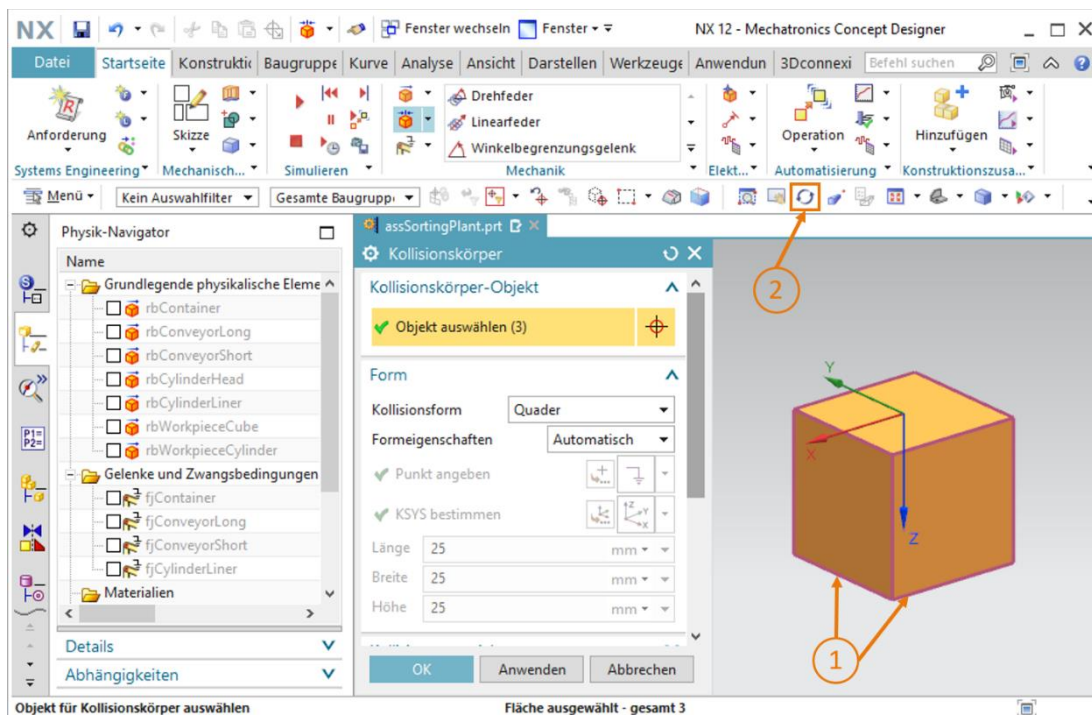

Abbildung 21: Erstellen des Kollisionkörpers für workpieceCube – Selektion weiterer Flächen
- Wählen Sie die beiden anderen sichtbaren Flächen des Quaders aus (siehe Abbildung 21, Schritt 1). Sie sollten auf insgesamt drei Flächen kommen (siehe Klammerausdruck in der Schaltfläche "Objekt auswählen"). Um auch die verbleibenden Flächen des Körpers sehen zu können, müssen Sie die Ansicht verändern. Klicken Sie dazu auf die Schaltfläche "Drehen" , um das Modell zu rotieren (siehe Abbildung 21, Schritt 2).